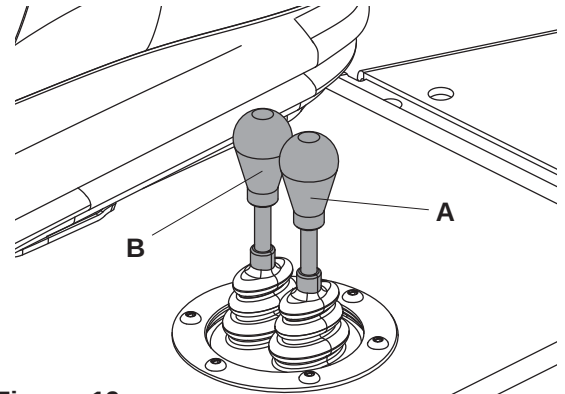

Figura. 19
3. Empuje la palanca de inclinación del contenedor (figura 19, punto A) hacia delante con suavidad hasta que la carga se descargue del contenedor.